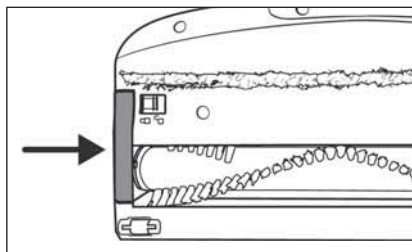

Fig. 29
- 6) Inserire il supporto del rullo a spazzola **20** nuovamente nella spazzola per pavimenti **22**. Premerlo verso il basso finché non si innesta nella spazzola per pavimenti **22** con un clic (vedere fig. 29).